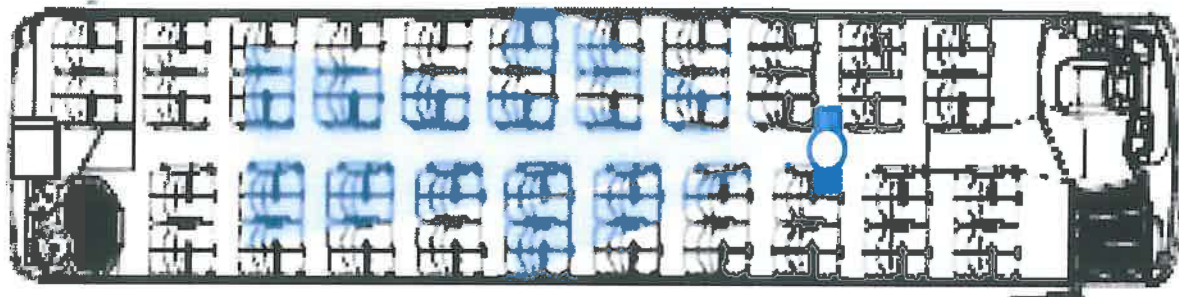

Fig. 4
**Inspección de Salón:** Se realizara tomando como base la posición de Pasillo central para la revisión de los laterales así como el Toldo. Fig.4